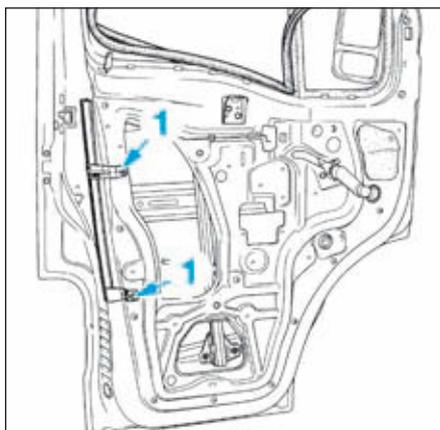

FIG.88
- Déposer les vis de fixation (1) (Fig.88) du montant inférieur puis ce dernier.